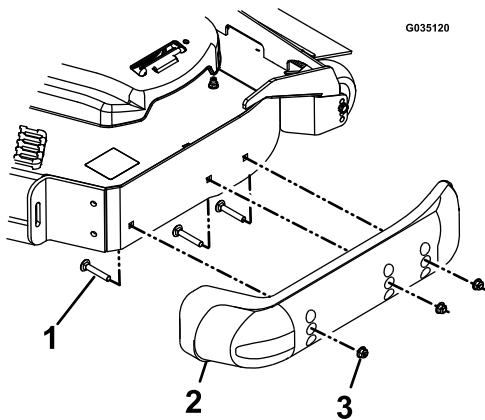

Figure 37
4. Retirez les boulons et écrous de chaque pare-chocs (Figure 37).